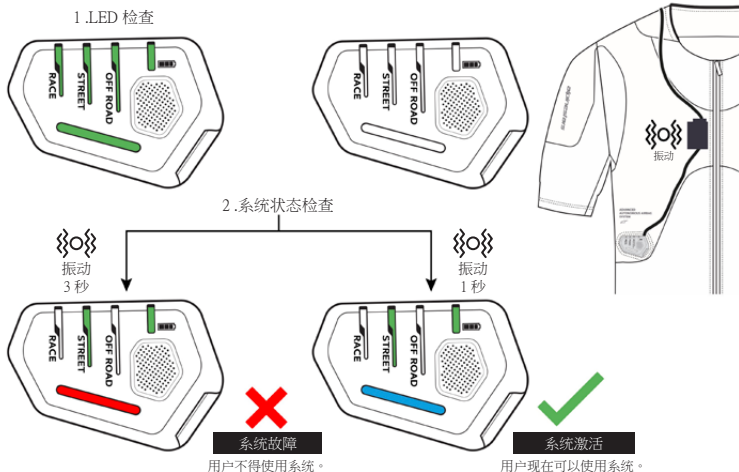

图 9：系统正在执行 LED 检查与状态检查
- 1) LED 检查：在此阶段，系统将检查 LED 显示屏 (3) 上的所有 LED 是否正常运行。用户将看到所有可用的 LED (3b、3c、3d) 将持续亮起绿灯，持续约 1 秒钟，然后熄灭，如图 9 所示。
- 2) 系统状态检查：在 LED 检查阶段之后，系统状态 LED (3b) 将持续亮起蓝灯，表明系统处于激活状态（图 9），因此可以在发生事故时保护用户。在激活拉链 (2) 附近，也会感受到大约 1 秒钟的短暂振动。在这种情况下，用户还可以检查当前正在运行的现有骑行模式（骑行模式 LED [3c]）和系统的电池电量（电池电量 LED [3d]）（请参阅第 8 节“LED 显示屏 (3) 指示灯摘要”）。
警告！ 如果系统状态 LED (3b) 转为持续亮起的红灯，则表明系统出现故障（图 9）。激活拉链 (2) 附近也会感受到持续约 3 秒的振动。这种情况表明系统无法正常工作，因此在发生事故时无法保护用户（请参阅第 19 节“故障排除”）。